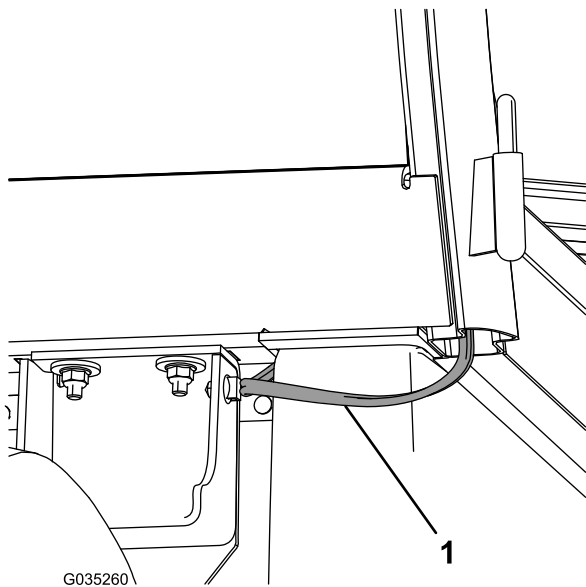

Bild 19
- Verlegen Sie den Kabelbaum hinter der Kabine und unter dem Sitz und befestigen Sie den Clip am Kabelbaum an der Seitenplatte (**Bild 19**).